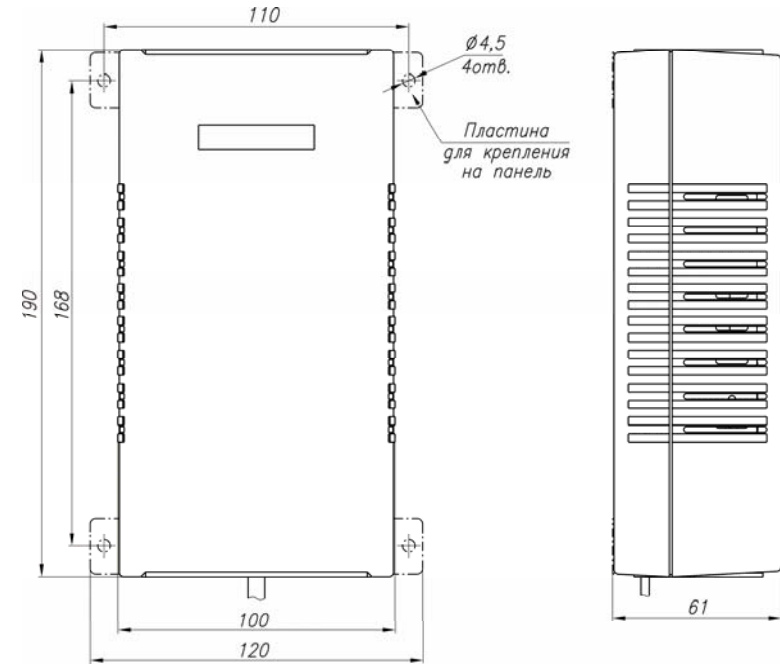

Рис.2 Инжектор PoE-12-I
10. Габаритные размеры ..... см. рис.2
Инжектор PoE-12-I (см. рис.2) конструктивно выполнен в пластмассовом корпусе.